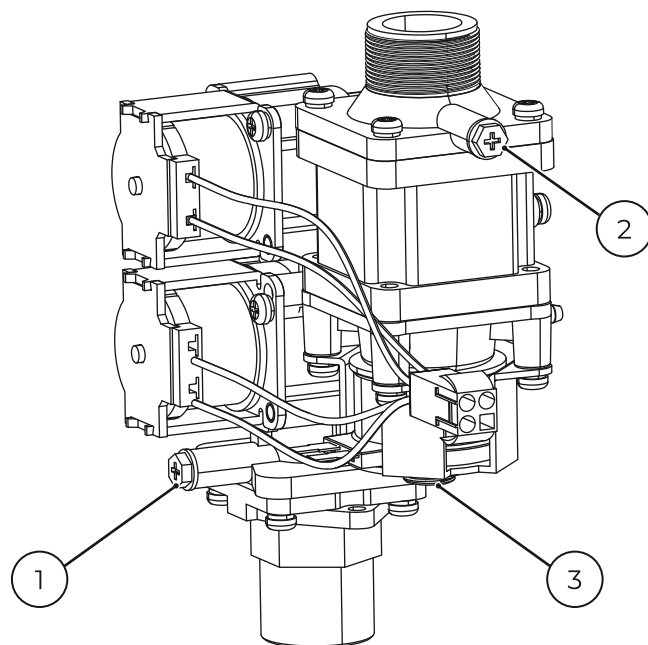

Рис. 17. Газовый клапан.
Проверка осуществляется U-образным или электронным манометром на отключённом котле. Для измерения необходимо использовать патрубков на газовом клапане рис. 17. После измерения обязательно закройте винт-заглушку.
4. Для котлов мощностью 10, 14 кВт после электронной регулировки необходимо откорректировать значение максимального давления газа с помощью винта 3 рис. 17.